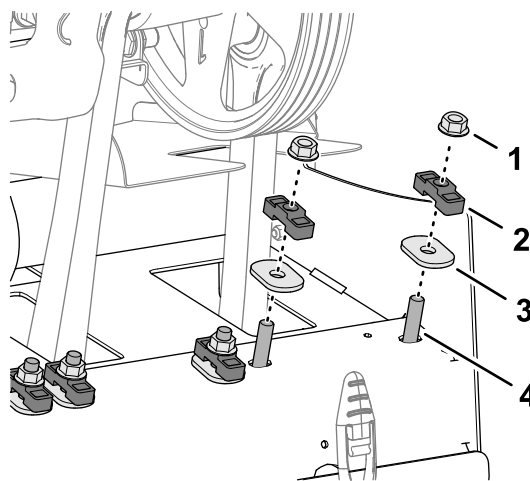

Figura 121
1. Remova as 2 porcas de bloqueio flangeadas que prende o eixo do amortecedor Roto-Link à estrutura traseira da máquina (Figura 121).